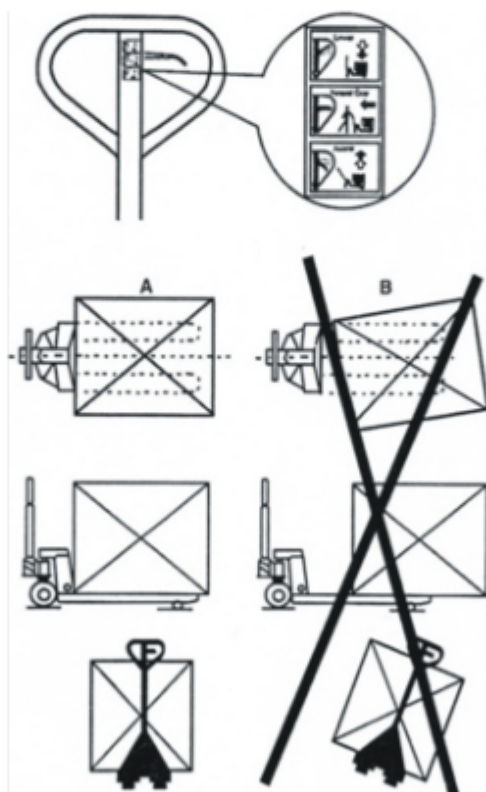

Рисунок 4. Расположение груза.
- Не перегружайте тележку. Грузоподъемность изделия указана для груза, распределенного равномерно, центр тяжести которого приходится на середину вила. (Рисунок 4).